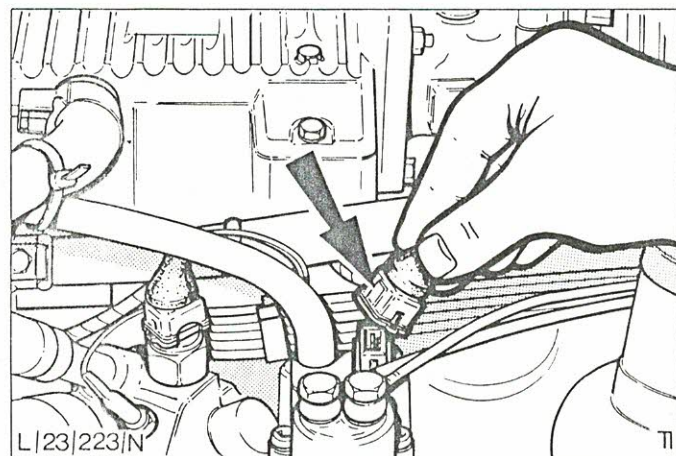

Abb.76 Stecker - Warmlaufregler montieren
- d) Stecker am Warmlaufregler montieren, Abb.76.